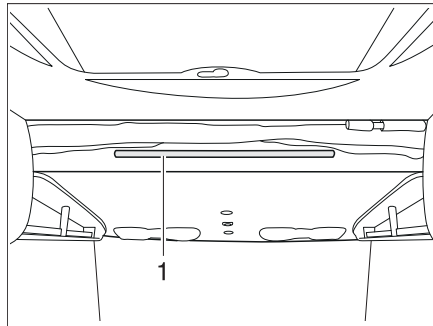

Bild 151 Hubbett elektrisch
- Die Aufstiegsleiter mit den beiden Bügeln in die Haltstange (Bild 151,1) am Hubbett einhängen.